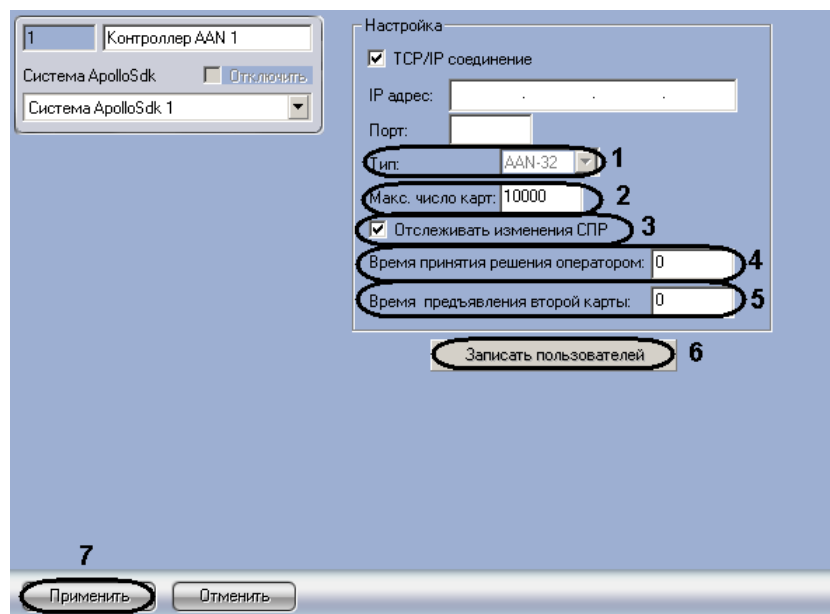

Рис. 3.2-5 Панель настроек объекта контроллер AAN
5. Из раскрывающегося списка **Тип:** выбрать тип (AAN-32 или AAN-100) контроллера AAN, в соответствии с используемым оборудованием (Рис. 3.2-5, 1).
6. В поле **Макс. число карт** ввести число максимальное число карт доступа, которые будут храниться в памяти контроллера (см. Рис. 3.2-5, 2).
7. Для активации динамической пересылки параметров доступа в контроллер установить флажок **Отслеживать изменения СПР** (см. Рис. 3.2-5, 3).
8. В поле **Время принятия решения оператором:** ввести время в секундах, которое отводится оператору на принятие решения по предоставлению или отказу в доступе (см. Рис. 3.2-5, 4).
9. В поле **Время предъявления второй карты:** ввести время в секундах, определяющее временной интервал между предъявлением первой и второй карты доступа, при превышении которого, доступ по второй карте предоставлен не будет (см. Рис. 3.2-5, 5).
10. Для сохранения внесенных изменений нажать кнопку **Применить** (см. Рис. 3.2-5, 7).
11. Для записи пользователей и прав доступа в память контроллера нажать кнопку **Записать пользователей** (см. Рис. 3.2-5, 6).